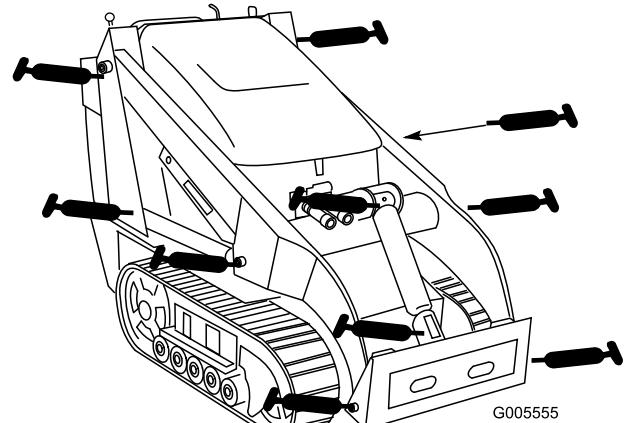
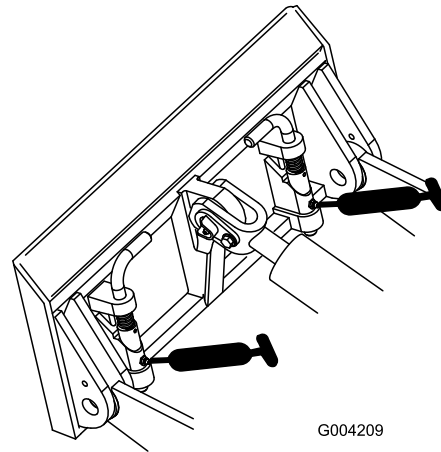

Figure 28
Figure 29
3. Raccordez une pompe à graisse à chaque graisseur (Figure 28 et Figure 29).